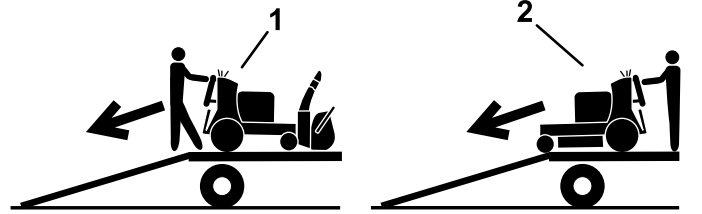

Figura 27
2. Descargue la máquina del remolque con el extremo más pesado hacia arriba en la rampa (Figura 27).